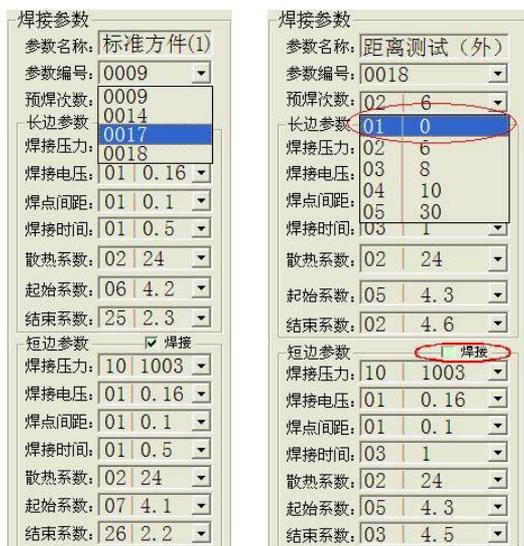

图 2-10 焊接参数
(3) 选定工件信息后，焊接参数信息将自动显示，如有多个“焊接参数”，需选定“参数编号”，如图 2-10 所示。
(4) 设定焊接过程，默认焊接过程为先预焊，再焊长边或圆，最后焊短边；预焊次数设为“01|0”，表示不进行预焊接；选中“长（短）边参数”右侧的“焊接”复选框，表
示进行长（短）边的焊接，如图 2-10 所示。